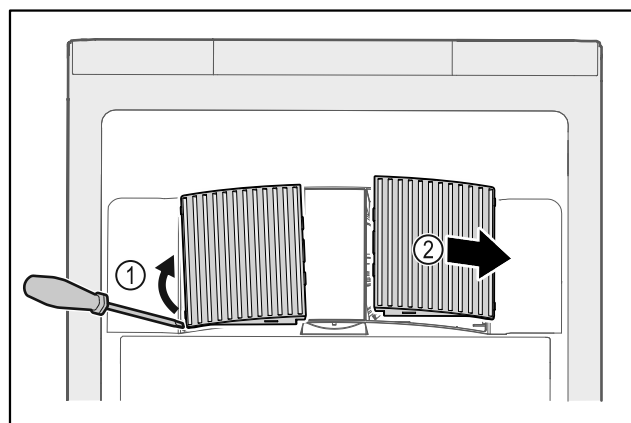

Fig. 234
- ▶ Scoateți cu grijă capacele ventilatoarelor de pe partea laterală Fig. 234 (1) și scoateți-le spre partea din față Fig. 234 (2).